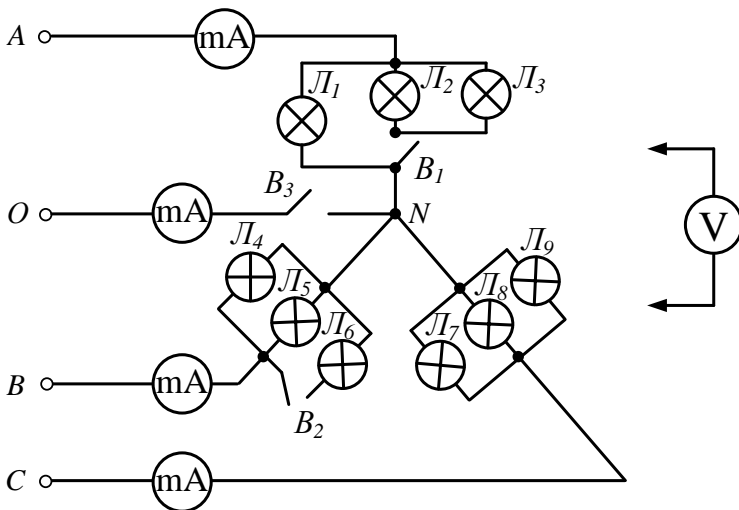

Рис. 45
2. При участі викладача зібрати схему показану на рис. 45 і перевірити роботу кола під напругою.